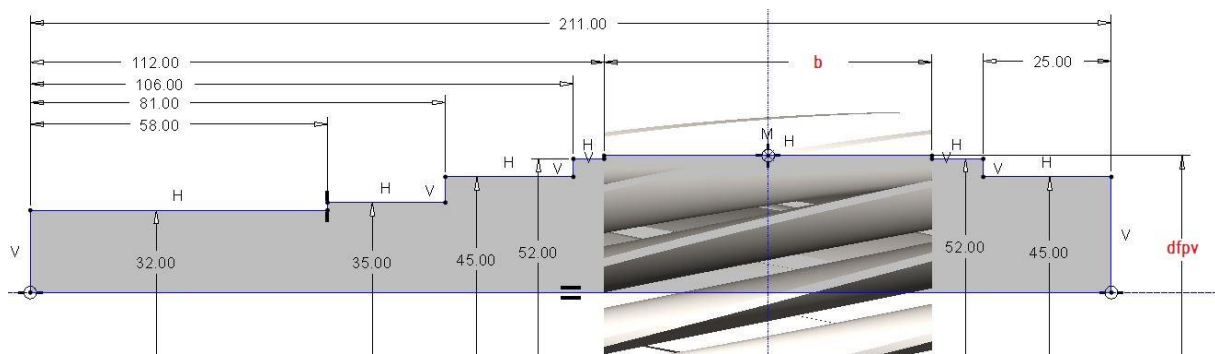

Abb. 2 Skizze Drehen Wellengrundkörper
- ▶ Rotationsquerschnitt skizzieren (Abb. 2) ▶ OK